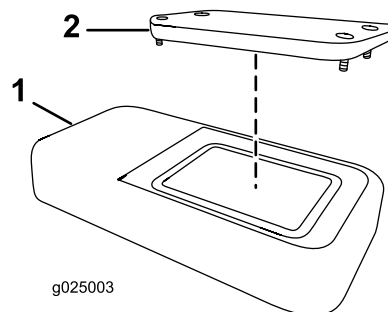

Рисунок 63
2. Снимите крышку (Рисунок 63).